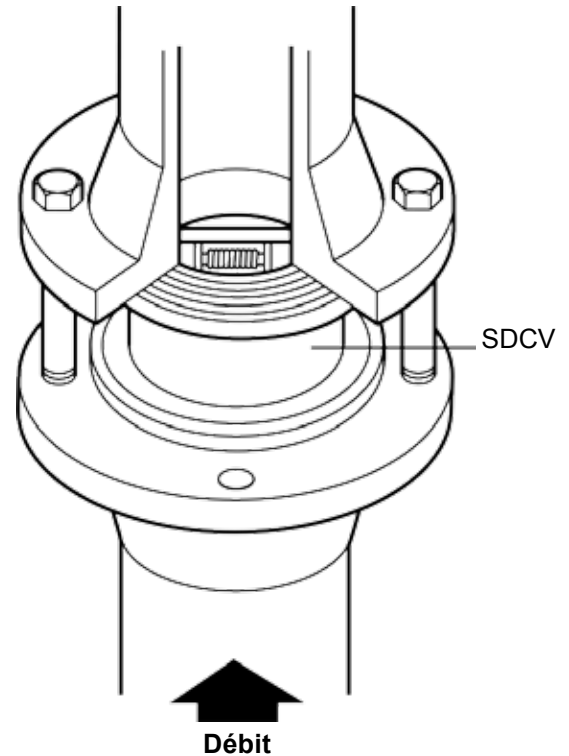

Fig. 1 - Clapet à double battant SDCV avec raccords entre brides.
3.5 Les clapets de retenue sont simplement positionnés entre deux brides (voir Fig. 1). Des joints standards sont utilisés sur chaque face du clapet avec de longues vis ou des goujons.